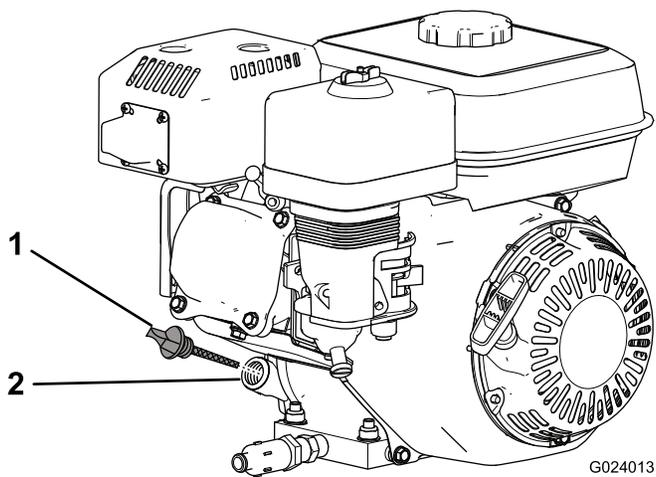

Рисунок 24
2. Заглушите двигатель, подождите пока он остынет, и очистите поверхность вокруг крышки маслозаливной горловины/щупа (Рисунок 24).